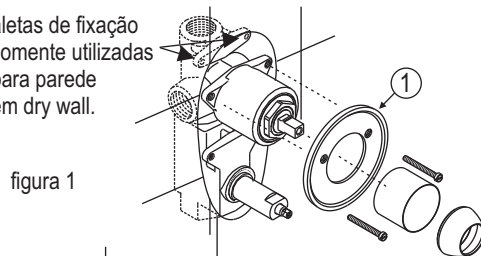

figura 1
Fixe o suporte (1) com os dois parafusos, utilizando uma chave de fenda, conforme figura 1 abaixo.